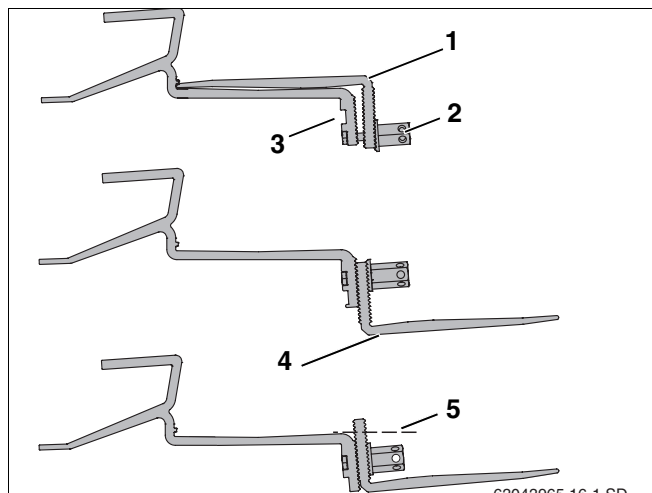

Fig. 14 Fixer le crochet sur le chevron
Sur certaines couvertures, il peut s'avérer nécessaire de poser des planches/madriers sous la partie inférieure du crochet (fig. 14, **pos. 4**) pour que celui-ci soit posé en haut sur la tuile.
- Dévisser l'écrou long à tête hexagonale (fig. 14, **pos. 2**).
- Insérer la vis dans la perforation longitudinale (fig. 14, **pos. 3**).
- Fixer la partie inférieure du crochet (fig. 14, **pos. 1**) sans serrer. Ne pas encore serrer le raccord à fond.